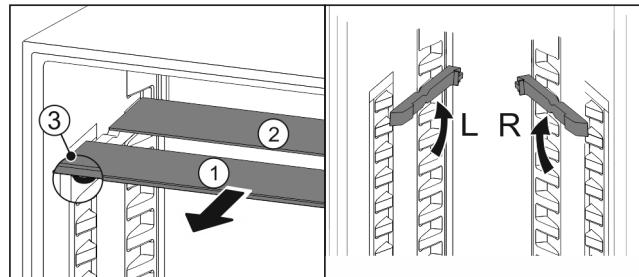

Fig. 112
- Steklene plošče posamično izvlecite Fig. 112 (1) naprej.
- ▷ Steklena plošča Fig. 112 (1) z okrasno letvijo je spredaj.
- ▷ Zaustavljalniki Fig. 112 (3) so obrnjeni navzdol.